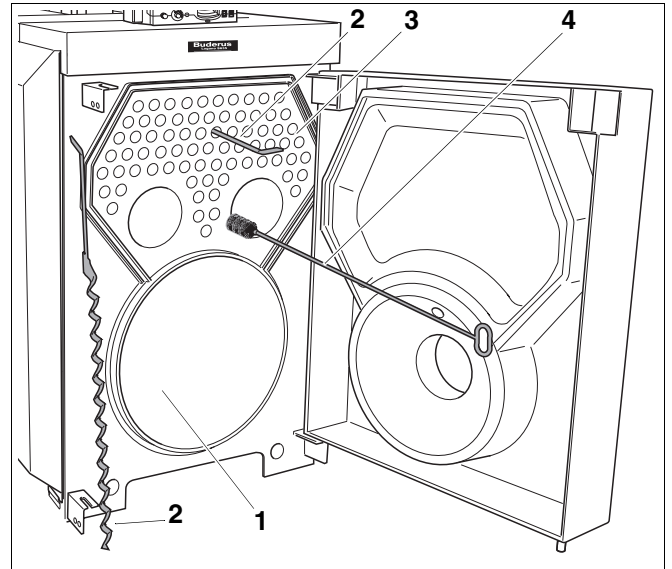
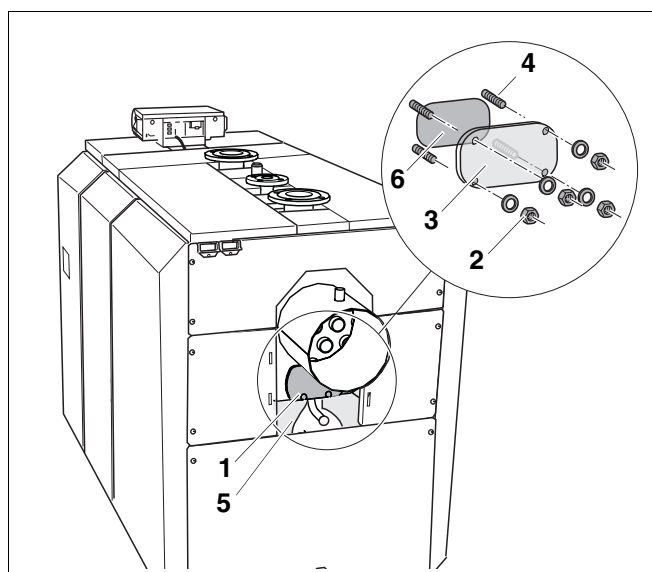

Fig. 51 Nettoyer les surfaces de chauffe
Fig. 53 Retirer la trappe de visite
- Retirer les turbulateurs (fig. 51, **pos. 2**) des tubes de fumées (fig. 51, **pos. 3**).
- Nettoyer les turbulateurs (fig. 51, **pos. 2**).
Si vous n'introduisez pas entièrement la brosse (fig. 51, **pos. 4**) dans les tubes de fumées, vous aurez du mal à la faire ressortir.
- Nettoyer les surfaces de chauffe du foyer (fig. 51, **pos. 1**) et celles des tubes de fumées (fig. 51, **pos. 3**) à l'aide de la brosse (fig. 51, **pos. 4**).
- Légèrement dégager vers la droite l'isolation thermique du collecteur des fumées (fig. 53, **pos. 5**) pour libérer la trappe de visite.
- Dévisser les écrous et les rondelles plates de la trappe de visite (fig. 53, **pos. 2**).
- Retirer la trappe de visite du collecteur des fumées (fig. 53, **pos. 3**).
- Retirer les résidus de combustion détachés du foyer (fig. 51, page 55), des parcours de fumées ainsi que du collecteur (fig. 53, **pos. 1**).